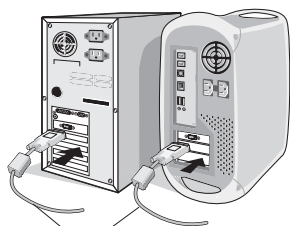

Figure A.1
2. Pour utilisation avec un PC ou un MAC à sortie numérique DVI Connectez le câble de signal DVI au connecteur de la carte d'affichage de votre système (Figure A.1). Serrer toutes les vis.